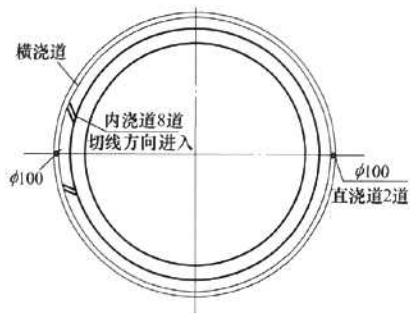

图 2
(1) 工艺分型面的选择 此件结构简单, 由于直径较大, 采用平做平浇。
(2) 工艺装备和造型方法的选择 从成本与生产周期考虑, 采用硬砂床地坑造型浇注, 底部埋焦炭并用草绳进行引气, 上箱采用盖芯, 按 1/12 制作; 由于受铸钢车间电炉熔炼能力限制, 考虑石灰石砂的缩沉等原因, 我们采用水玻璃有机脂石英自硬砂造型, 该砂为流态砂无法采用刮板造型, 因此决定制作金属实样造型。
(3) 铸件收缩率 确定为 2%。
(4) 机械加工余量 全部为 22mm。
(5) 造型工艺 采用有机脂水玻璃石英自硬砂地坑造型, 由于混砂机与造型现场较远, 注意随时调整型砂硬化时间, 以保证型砂强度及起模时间; 吃砂量控制在 350~400mm, 内外用旧砂春紧, 防止跑火; 盖箱压铁重量 48t。
(6) 浇冒口系统 ①轮带毛重 29.5t, 由于铸钢
车间最大钢包容量 16t, 所以此件浇注时必须一次性浇注到冒口以上, 否则易出现冷隔、夹层等缺陷, 对此, 采用双包浇注, 一为座包, 二为行车浇注; 要求座包架子制作结实, 保证安全且放包时容易对正浇口杯。②由于此件重量较大, 为保证快速充型, 提高浇注速度, 设置直浇道  $\phi 100\text{mm}$  两道; 横浇道  $\phi 80\text{mm}$  两道; 内浇道  $\phi 80\text{mm}$  共 8 道; 横浇道距底面 200mm (见图 2)。③此件高度 720mm, 设置 750mm  $\times$  500mm  $\times$  850mm 共 6 个腰圆形明冒口, 内贴 3 层高 200mm 保温板。